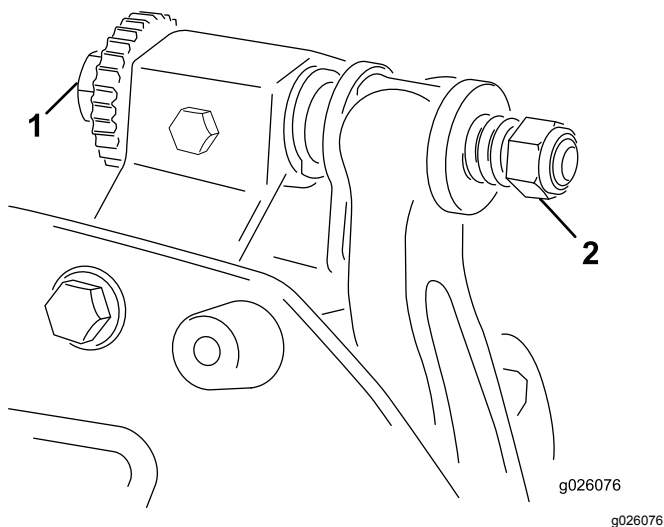

Figura 10
- A. Ruotate le viti di regolazione della barra di appoggio in senso orario (Figura 10), uno scatto alla volta, fino ad avvertire e ad udire un leggero contatto.
6. Ruotate il bullone di regolazione della barra di appoggio di destra (Figura 10) fino ad avvertire una leggera pressione sullo spessore quando lo fate scorrere in senso laterale. Rimuovete lo spessore.